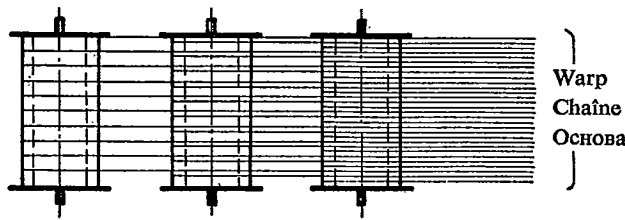

FIGURE 12 / ФИГУРА 12
59.2 by unwinding from a number of back or dyeing beams: See figure 12.
par déroulement à partir d'un certain nombre d'ensouples primaires ou d'ensouples de teinture: Voir figure 12.